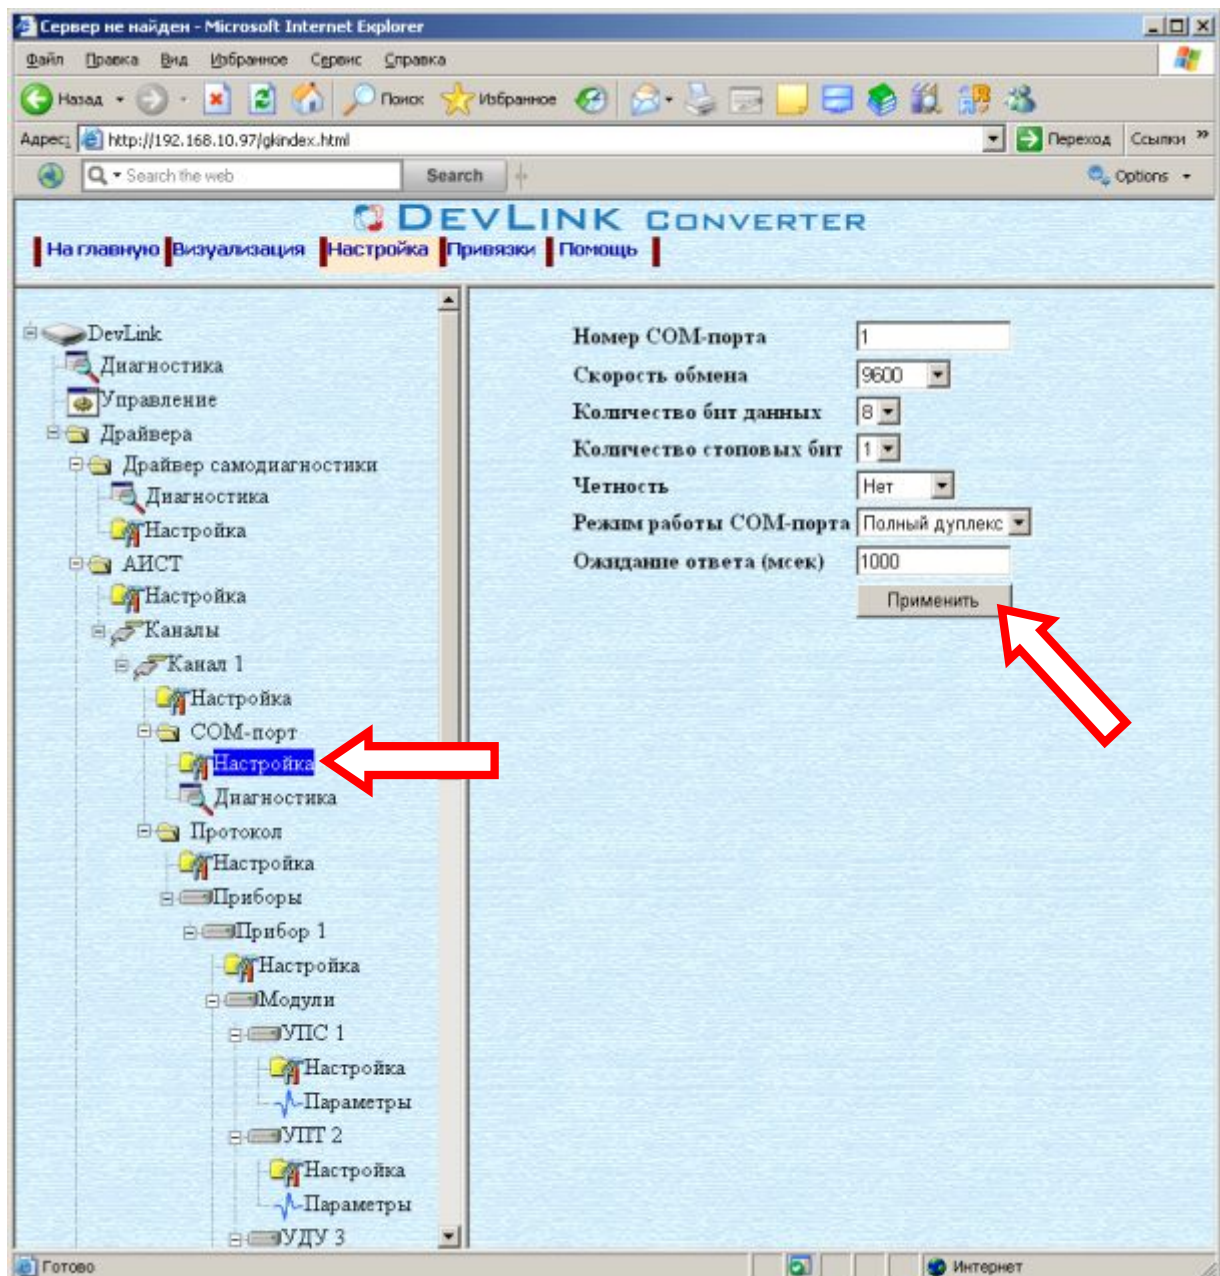

Рисунок 3.8 – Настройка COM-порта
- Выберите в дереве объектов *папку «Настройка»* COM-порта нужного канала драйвера (рисунок 3.8). В результате в правом фрейме (фрейм «Настройка») конфигуратора появятся соответствующие элементы управления для настройки COM-порта
- Задайте необходимые настройки и для их применения нажмите кнопку «Применить» (рисунок 3.8).